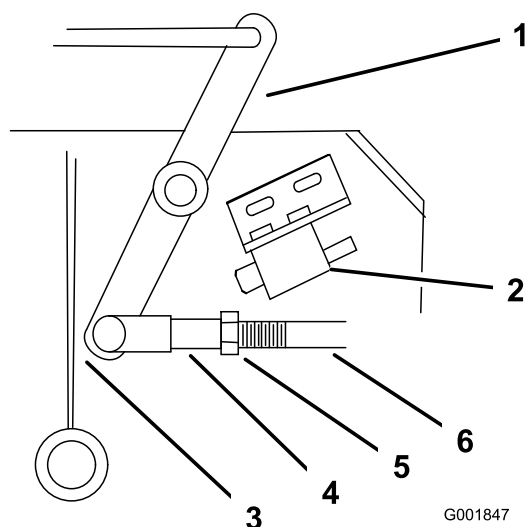

Figura 11
4. Ajuste la longitud del acoplamiento hasta que el extremo inferior de la palanca reciprocante casi roce el refuerzo del soporte del eje (Figura 11).
9. Afloje la tuerca de la horquilla (Figura 11).